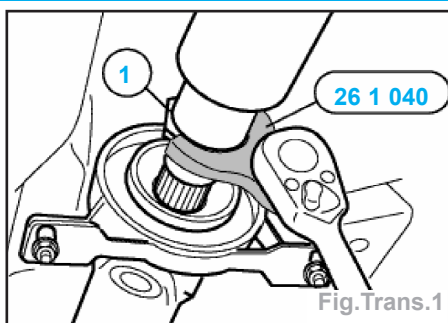

Fig.Trans.1
- Desserrer de quelques tours la bague file-tée (1) avec l'outil 26 1 040 (Fig.Trans.1).